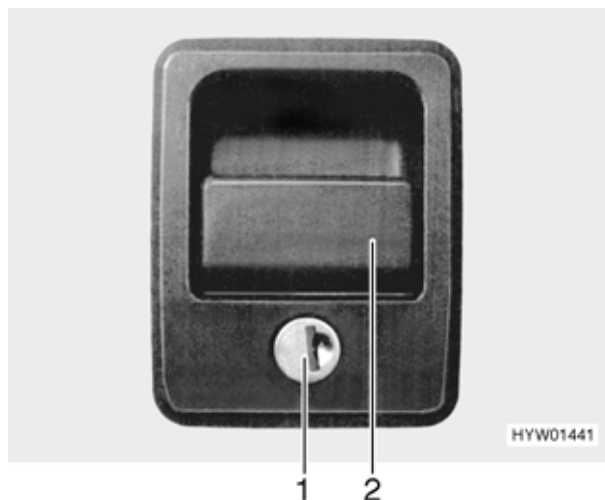

Fig. 29 Serratura dello sportello (variante 1)
- Inserire la chiave nel cilindro della serratura (Fig. 29,1) e girare in senso antiorario di un quarto di giro. La serratura dello sportello è aperta.
- Tirare la maniglia della serratura (Fig. 29,2). In questo modo si apre lo sportello esterno.